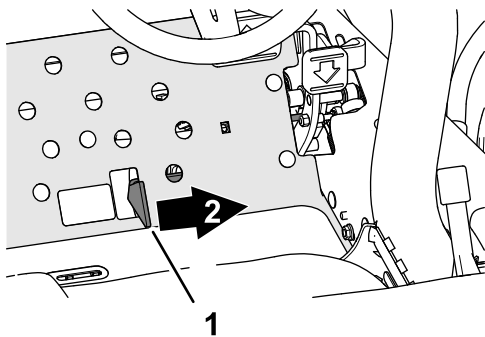

Bild 37
3. Stellen Sie den Mähwerk-Antriebsschalter in die EINGEKUPPELT-Stellung (Bild 37).
4. Drücken Sie den Hebel zum Absenken bzw. Anheben der Mähwerke nach vorne (Bild 37), um die Mähwerke abzusinken und in Betrieb zu nehmen (die vorderen Mähwerke werden zeitlich vor den hinteren Mähwerken abgesenkt).